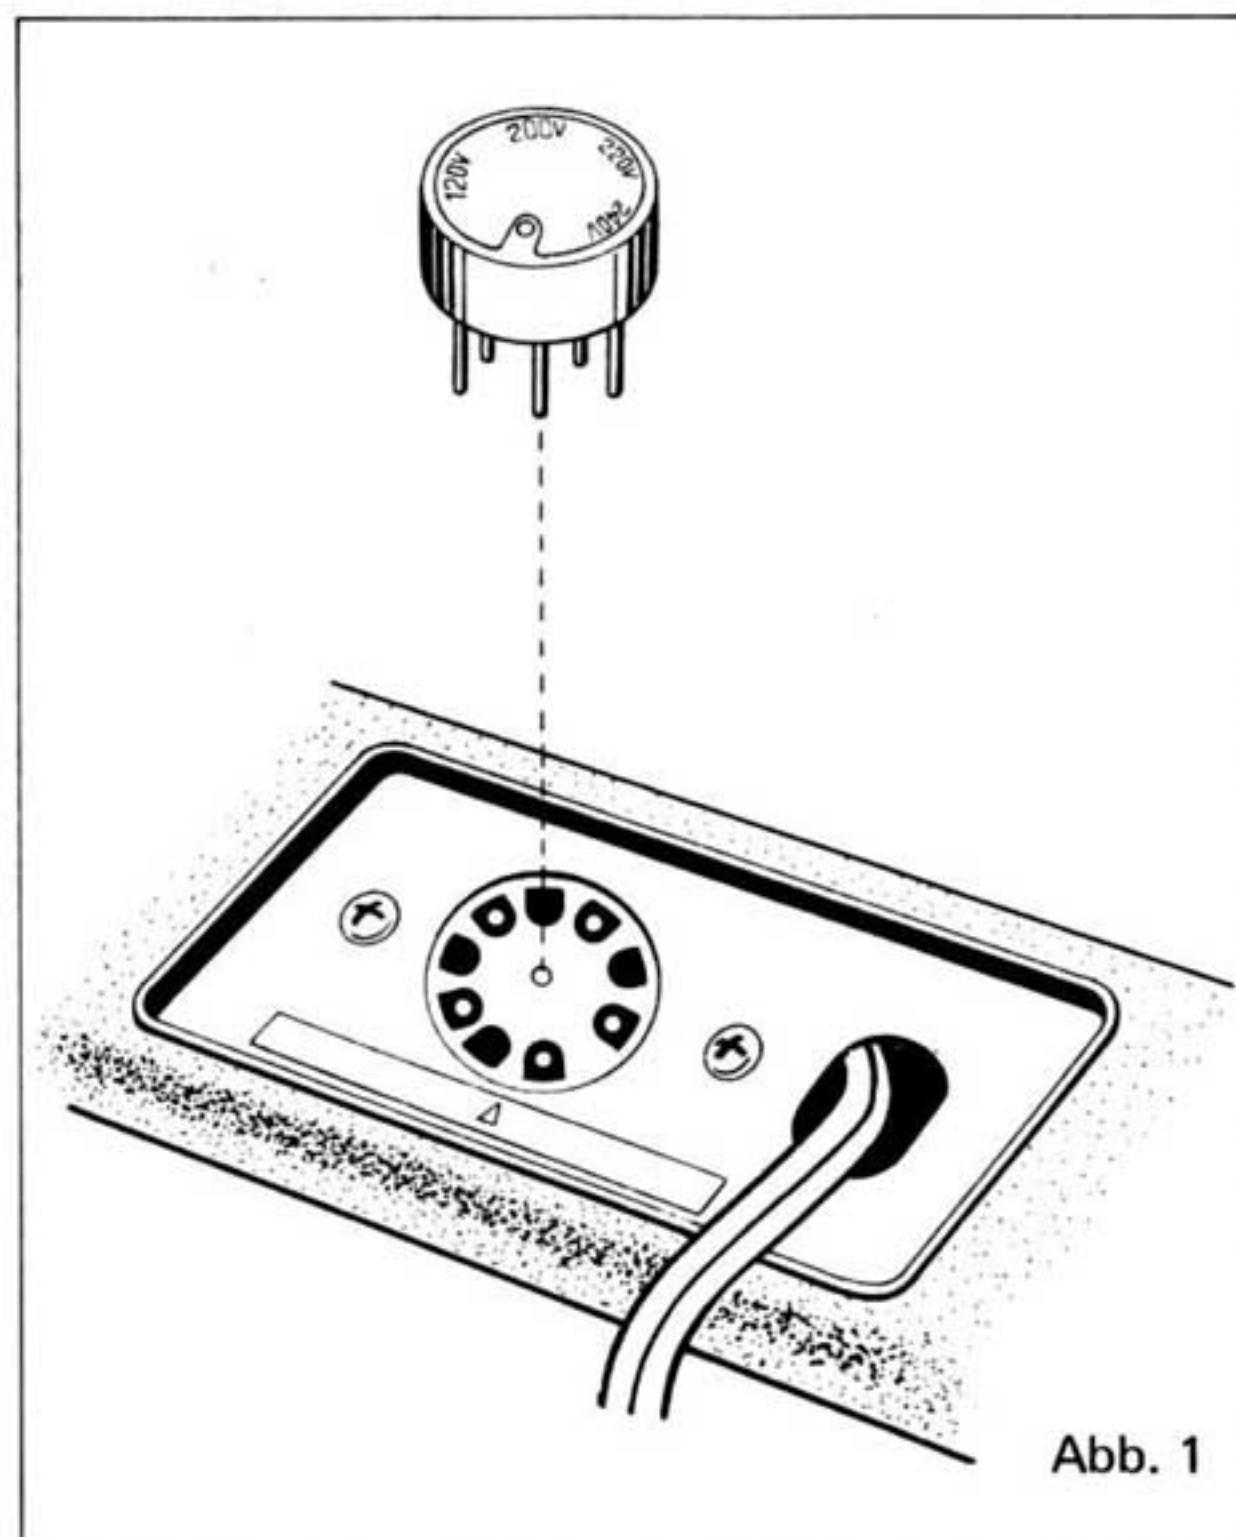

Abb. 1
4. Vor erstmaliger Inbetriebnahme in einem neuen Wohngebiet unbedingt darauf achten, daß der Spannungswähler auf die örtliche Netzspannung eingestellt ist. Falls ein Nachstellen erforderlich ist, den Spannungswähler abziehen und entsprechend der örtlichen Netzspannung wieder einstecken (Abb. 1). (TP 1000)